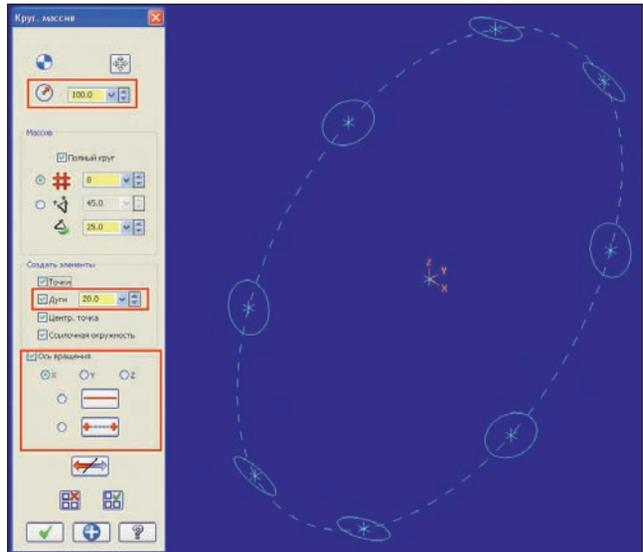

Рис. 7. Создание радиальных окружностей диаметром 20 мм вокруг оси X на ссылочной окружности диаметром 100 мм
- наряду с 2D-окружностями, лежащими в конструкционном плане, можно создавать радиальные окружности, центры которых расположены на окружности заданного диаметра (**рис. 7**). Для этого надо указать опцию “Ось вращения”. Помимо возможности выбора в качестве оси вращения осей координатной системы, можно указать произвольную ось, задав её прямой или двумя точками;